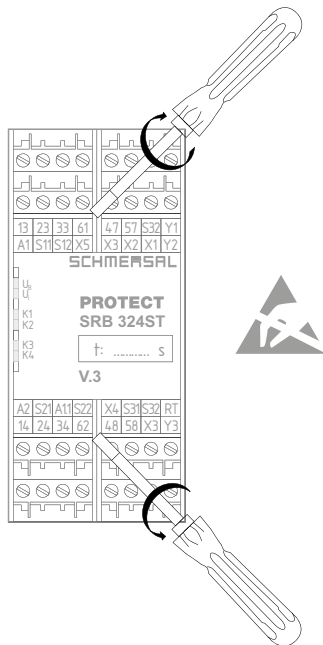

Fig. 2
Apertura del coperchio frontale (vedere Fig. 2)
- Il tasto S1 si trova sotto il coperchio frontale del modulo (vedere Fig. 2 e 3).